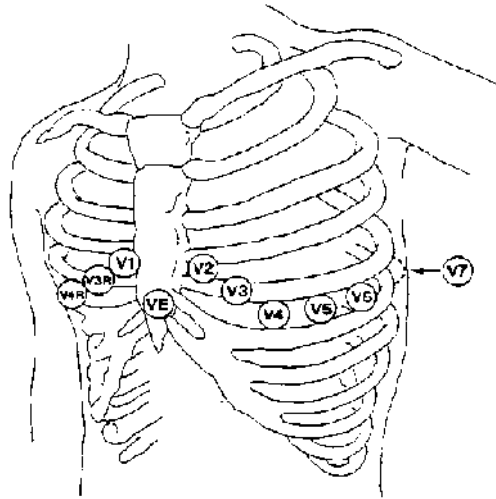

Figura 11-4 Posição dos Eletrodos Peitoral cabo de 10 Vias
Para aparelhos de 10 vias, coloque o eletrodo peitoral (V) em uma das seguintes posições (Figura 11-4), o cabo ECG de 10 vias fornece 12 derivações de ECG: